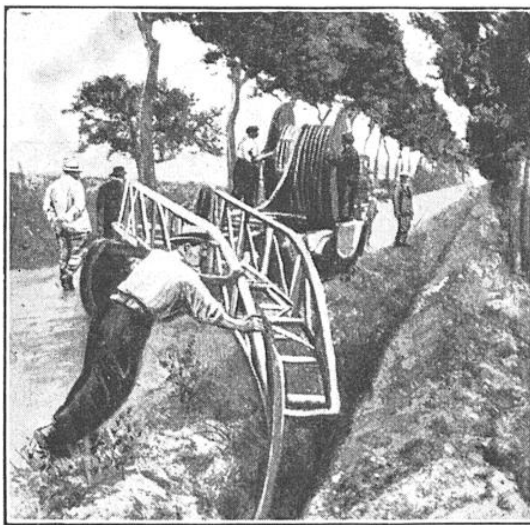
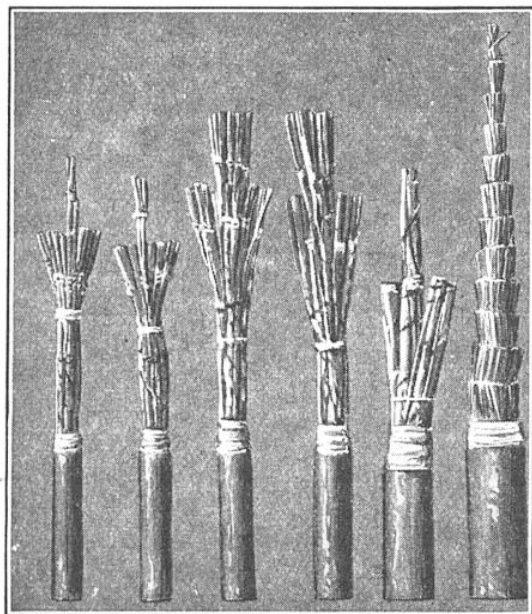
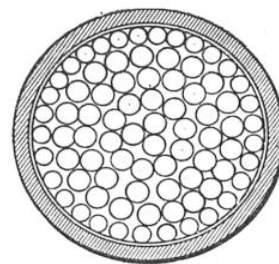

FIG. 1. - COMMENT ON POSE UN CABLE DANS
FIG. 2. - QUELQUES ÉCHANTILLONS DE CABLES TÉLÉPHONIQUES
FIG. 3. - COUPE (DEMI-GRANDEUR) DU CABLE PARIS-ROUEN
a fallu en venir à l'établissement d'un réseau souterrain. Les câbles, posés dans des tranchées (fig. 1), sont constitués par une série de fils de cuivre ayant de 0 mm 9 à 1 mm 3 en diamètre, isolés sous papier et recouverts d'une gaine protectrice de plomb, souvent protégée elle-même par un ruban d'acier et du jute goudronné (fig. 2) ; c'est ainsi que le câble Paris-Rouen compte trois cent vingt-quatre fils associés quatre par quatre (fig. 3), chaque groupement de quatre fils permettant, grâce à d'heureuses combinaisons, de réaliser trois circuits téléphoniques distincts (1).